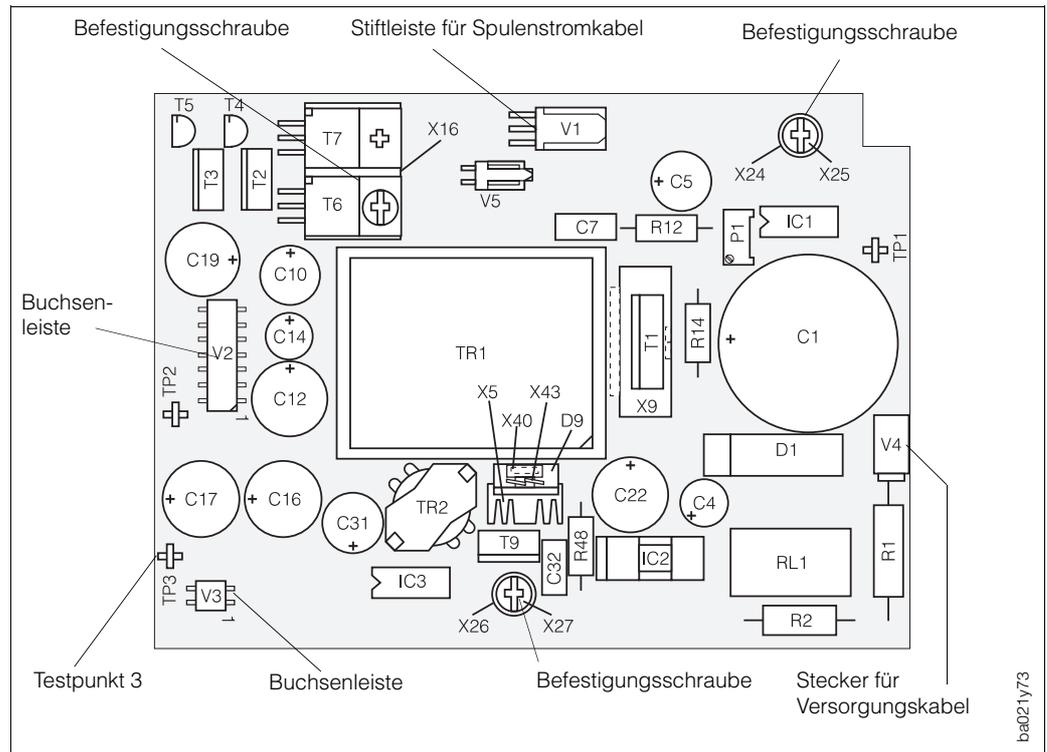

Abb. 45
4. Ziehen Sie die 2polige Steckverbindung des Versorgungskabels, bei gleichzeitigem Drücken der Verriegelung, von der Netzteilplatine ab (s. auch Abb. 45).
7. Spulenstromkabel-Stecker von der Netzplatine abziehen (s. Abb. 45)